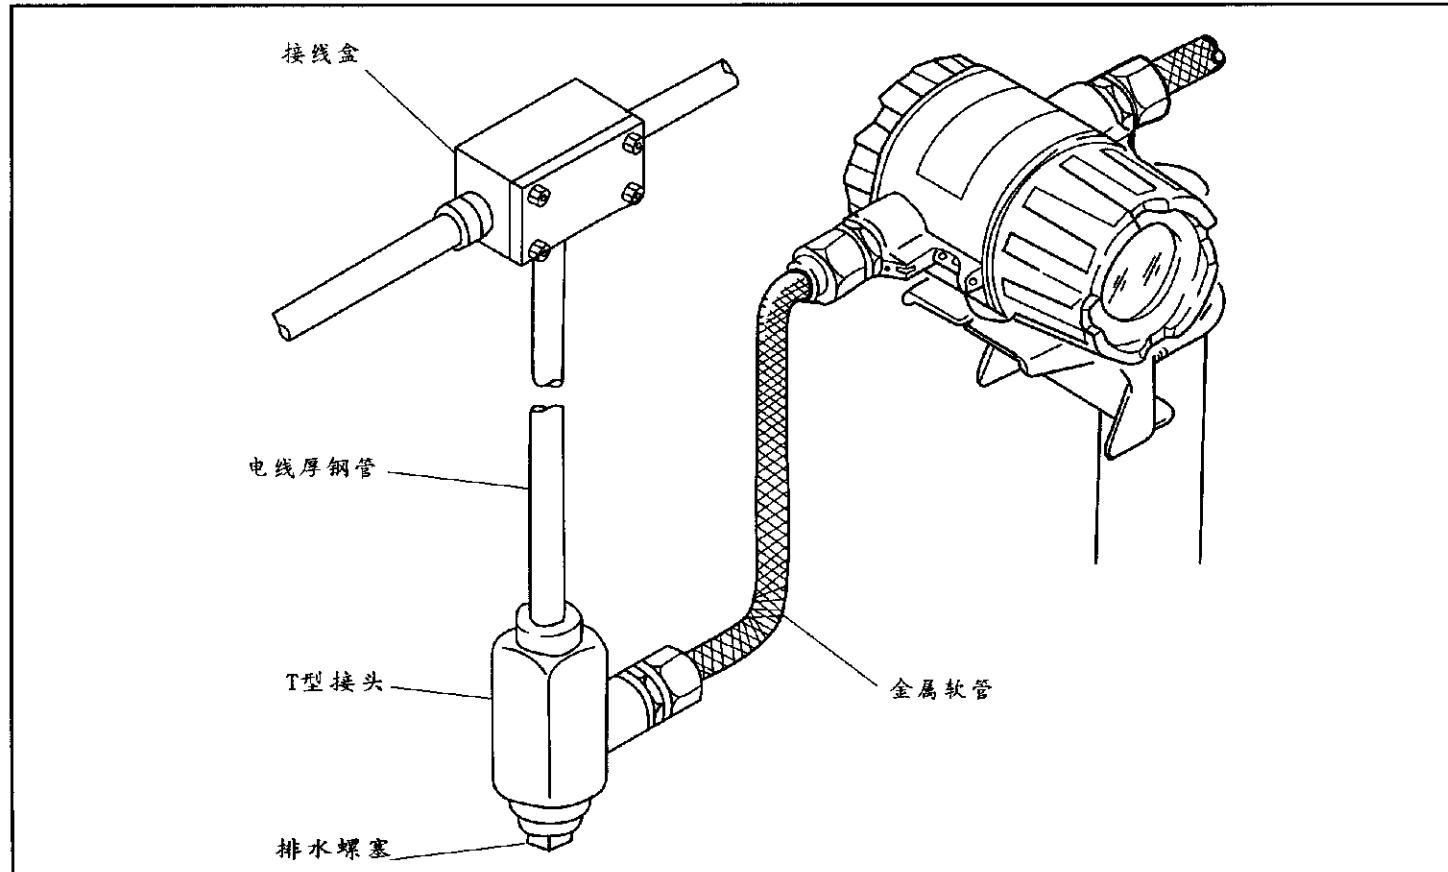

图6-4 用电线保护管的接线举例
- (4) 电线末端推荐使用不用锡焊的夹紧式接线片（适用于M4螺钉）。
- (5) 为了防水和避免机械损伤，最好在接线时采用电线厚钢管或金属软管（参看图6-4）。